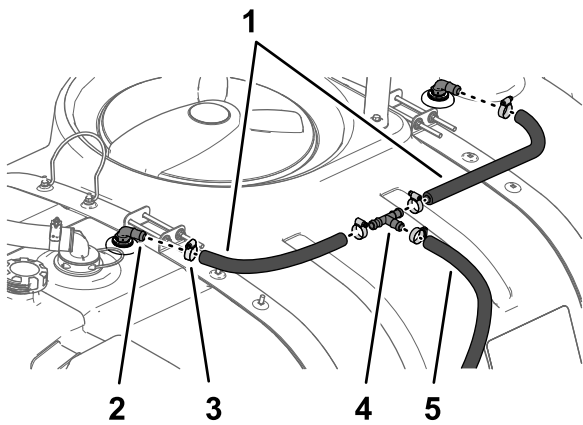

図 27
1. ホース 1.9cm x 61cm 2 本とホースクランプ 2 個を、それぞれのすすぎノズルアセンブリの 90° フィッティングに組み付けてクランプを手締めする 図 27。
- 図 27 のように、ホースクランプ 2 個を使用してホース1.9cm x 61cm のもう一方の端部を T 字フィッティングに仮止めする。
- 図 27 に示すように、ホースクランプ 1 個を使用して 1 本のホース1.9cm x 180cm を T 字フィッティングに取り付ける。
- すずぎタンク底部の車両中心線側にあるポンプ用バーブ付きストレートフィッティングに組み付け、クランプを手締めする 図 27。